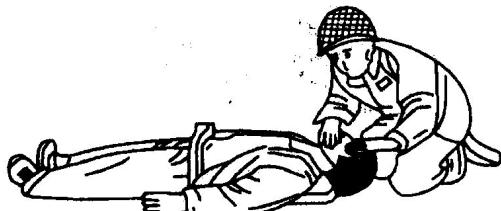

图 1-1-7 简单诊断
(1) 简单诊断
① 将脱离电源的触电者迅速移至通风、干燥处,将其仰卧,松开上衣和裤带,如图 1-1-7 所示。